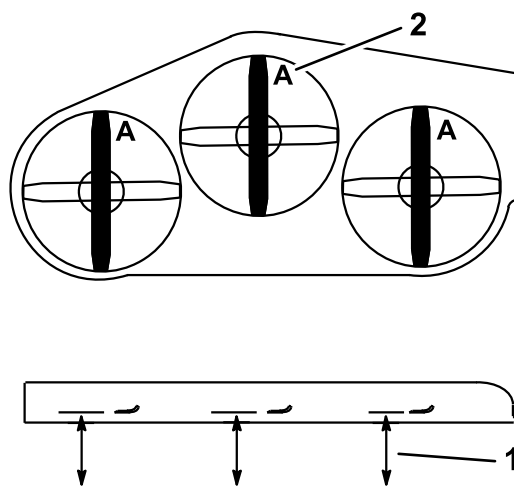

Figura 88
4. Mida en la posición A y desde una superficie nivelada hasta el filo de corte de los extremos de la cuchilla (Figura 88).